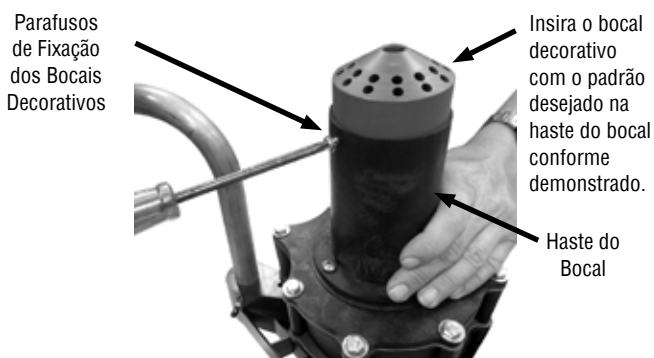

Figura 8
- e) Escolha o bocal decorativo desejado e instale dentro da haste do bocal (Figura 8).